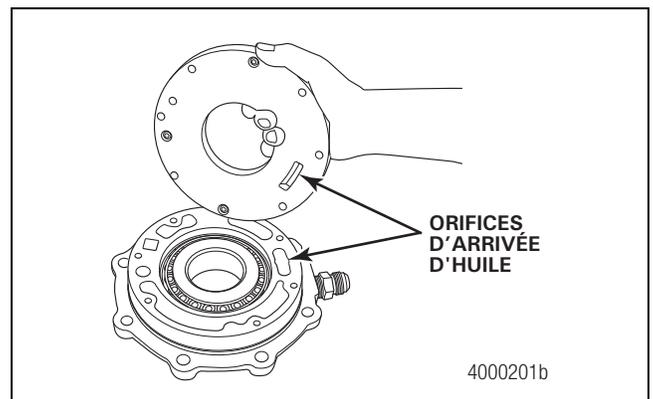

Figure 4.27
- B. En vue du réassemblage, repérer la position de la pompe par rapport au logement de roulement. Figure 4.27.